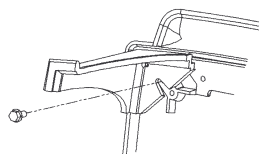

Fig. 2 Montering bein
2. Legg peisovnen forsiktig på ryggen og monter bena som vist på fig. 2.